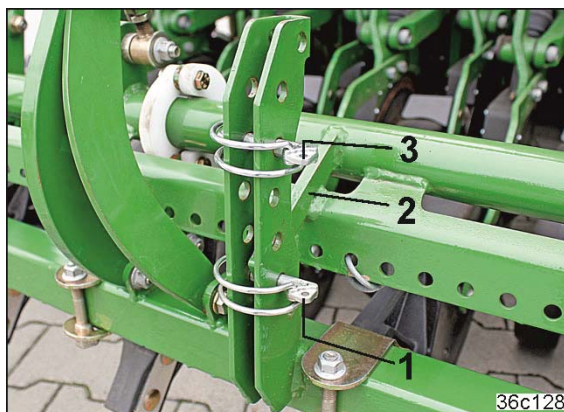

Рис. 162
2. Вставьте шплинт с круглой пружинной защелкой (Рис. 162/1) в отверстие ниже упора (Рис. 162/2).
4. Вставьте шплинт с круглой пружинной защелкой (Рис. 162/3) в отверстие выше упора.